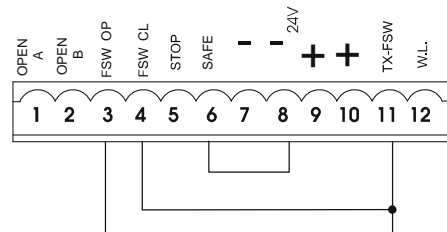

Fig. 26
N.B. Se non vengono utilizzati dispositivi di sicurezza, ponticellare i morsetti come in fig. 26.
Nota bene: Se non vengono collegati dispositivi di sicurezza in apertura, ponticellare gli ingressi **FSW OP** e **TX FSW** (fig. 26).
Nota bene: Se non vengono collegati dispositivi di sicurezza in chiusura, ponticellare i morsetti **FSW CL** e **TX FSW** (fig. 26).
Nota bene: Se non vengono collegati dispositivi di sicurezza costa, ponticellare gli ingressi **SAFE** e **-**. (fig. 26).